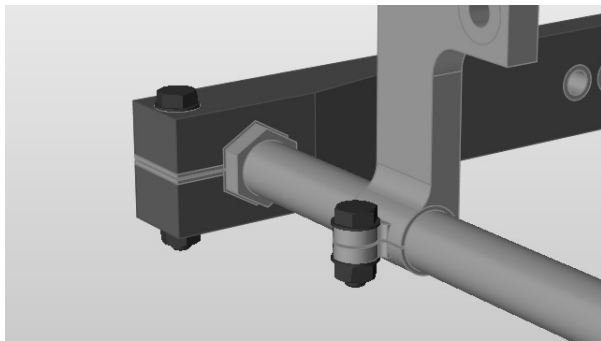

图 12-3
- 3) Inspire 将在这两处位置创建螺母和螺栓，如图 12-3 所示。